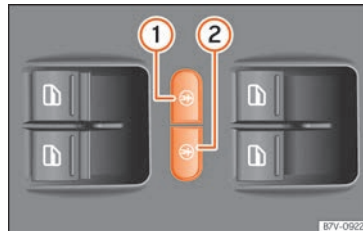

Abb. 138 In der Fahrertür: Tasten für die elektrische Kindersicherung.
Die elektrische Kindersicherung verhindert das Öffnen der Schiebetüren und der elektrischen Fensterheber in den Schiebetüren von innen, damit z. B. Kinder während der Fahrt nicht versehentlich eine Tür öffnen. Die linke Taste »» Abb. 138 ① bzw. die rechte Taste ② schaltet die Kindersicherung hinten links bzw. rechts ein. »»
| Einschalten: | Taste »» Abb. 138 ① oder ② drücken. |